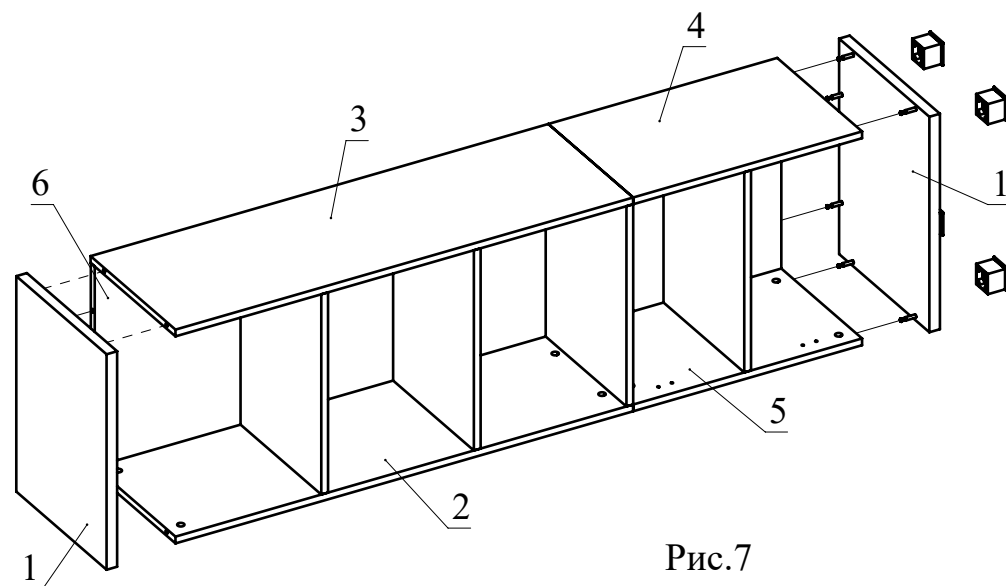

Рис.7
8. Установите детали 1 на детали 2, 3, 4, 5, 6 и затяните головки минификсов (Рис. 7).